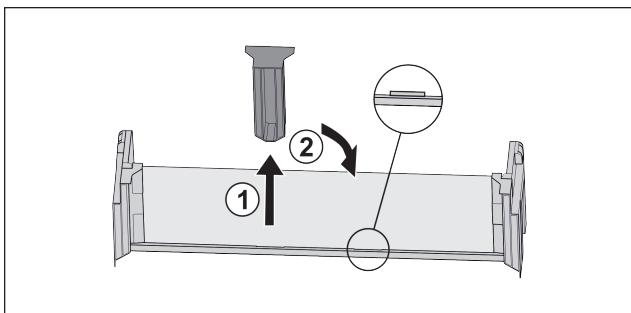

Fig. 103
► Snemite sredinski držalni del Fig. 103 (1).
► Sredinski držalni del vstavite na drugem položaju Fig. 103 (2).